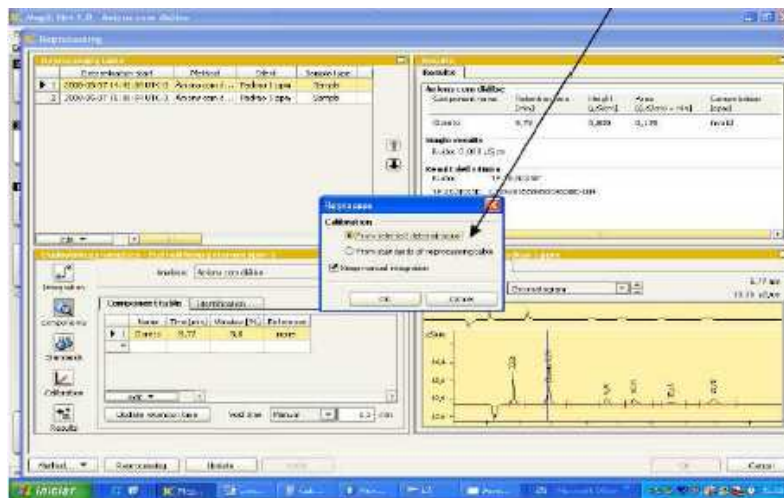

Figura 15.5 – Janela do software Magic Net IC.
- Clicar em “REPROCESSING →FROM SELECTED DETERMINATION”, Figura 15.5.